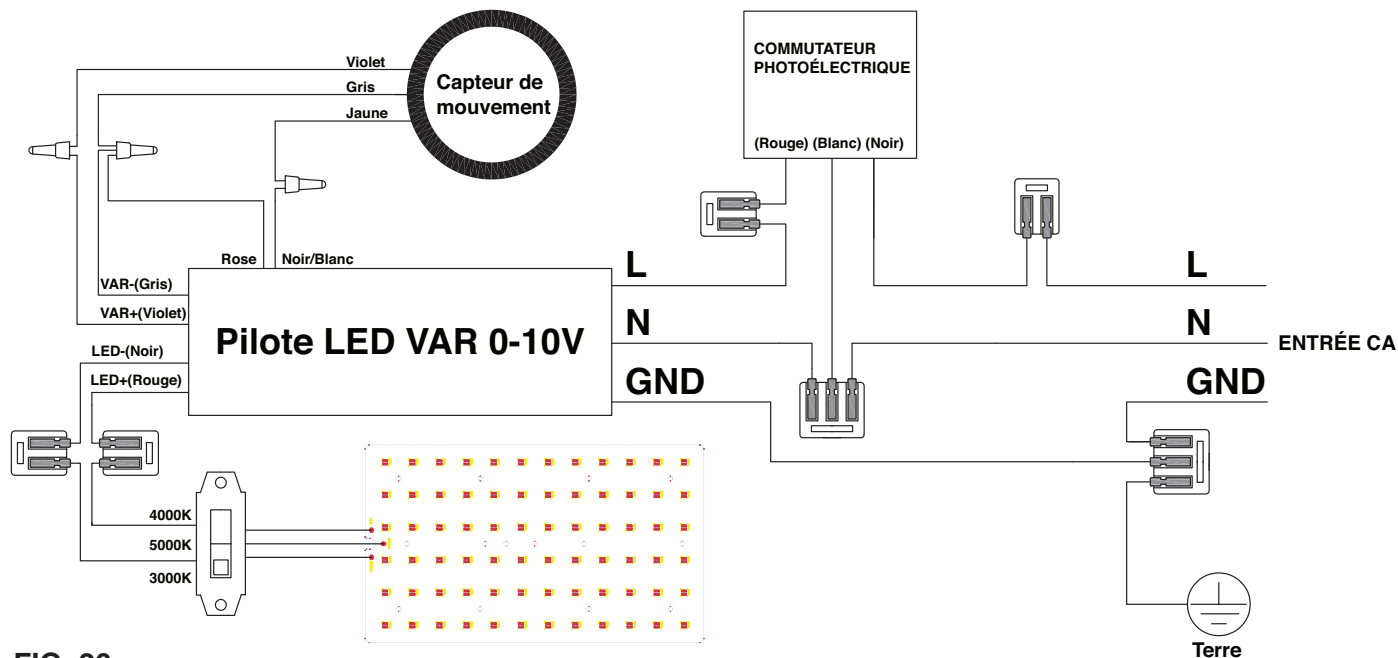

FIG. 26
4. La FIG. 26 montre le câblage lors de l'utilisation d'un capteur de mouvement et d'un capteur à photocellule.